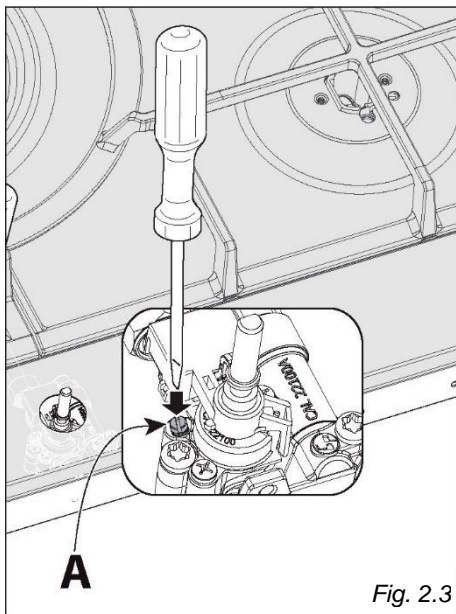

Fig. 2.3
- Com uma pequena chave de parafusos rodar o parafuso "A" para a regulação correta (fig. 2.3).